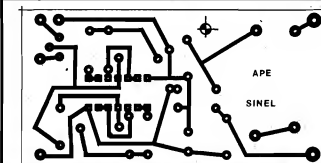

Fig.2
- FIG. 2 - O LAY OUT DO CIRCUITO IMPRESSO - Como sempre fazem os nossos "leiautistas", o padrão cobreado de ilhas e pistas do Impresso específico para a SINEL também foi parametrado para atender à dualidade "compactação sem espremtimento"... As razões são simples: quanto menor fica uma placa, menor o seu custo final e mais "elegante" o resultado da montagem... Por outro lado, quanto menos "espremtido" ficar o lay out das partes cobreadas, menores serão as dificuldades de montagem impostas ao principiante! Para quem acompanha APE assiduamente, não é difícil notar que nossos desenhistas conseguem façanhas tipo "enfiar 8 pessoas num fusquinha sem que ninguém fique ba-